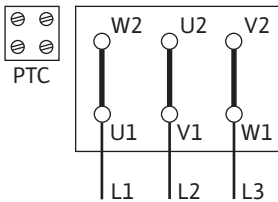

Fig. 12: Δ-kapcsolás
- A hálózati csatlakozás a P2 motorteljesítménytől, a hálózati feszültségtől és a bekapcsolási módtól függ. A kapocsdobozban található összekötő hidak szükséges csatlakozását a az alábbi táblázat, valamint Fig. 12 és 13 tartalmazza.